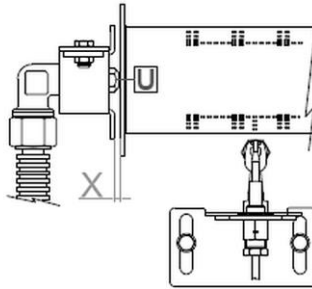

Abb. 23
Der für die Regulierung der Primärluft vorgesehene Abstand ist in Abb. 23 und in den Tabellen 2 (**Kapitel „Technische Angaben“ / „Düsen und Einstellungen“**) angegeben.
1. Schrauben Sie die Düse „U“ (Abb. 23) ab.